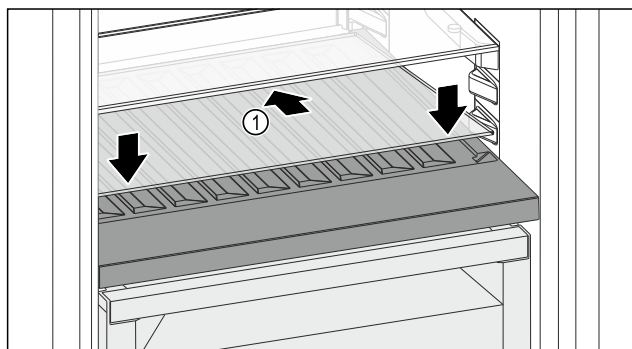

Fig. 168
- Posizionare il ripiano di vetro Fig. 168 (1) inclinato indietro e verso il basso.
- Abbassare la parte anteriore del ripiano di vetro Fig. 168 (1).